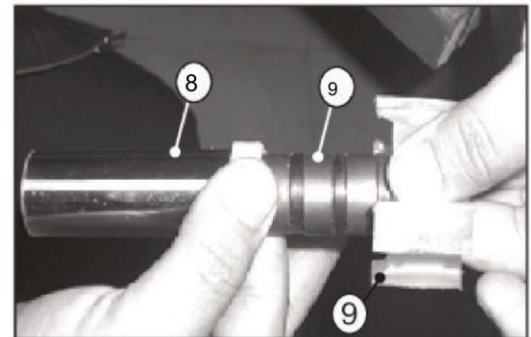

Fig. 5.16d
VIGTIGT: Afmonter ikke magneterne (9), da disse er samlet i polaritetsrækkefølge, og de må ikke forstyrres (fig. 5.16d).